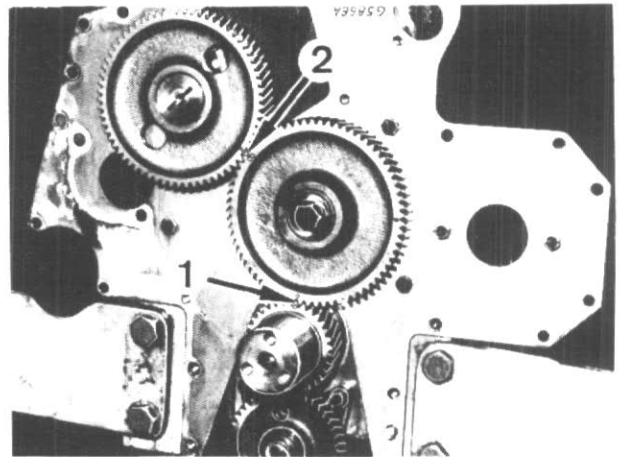

Figure 119
En engrenant les pignons de distribution, assurez-vous que les repères simples (1) fig. 119 sont bien alignés. Les repères doubles (2) s'alignent sur ceux de l'arbre à cames.